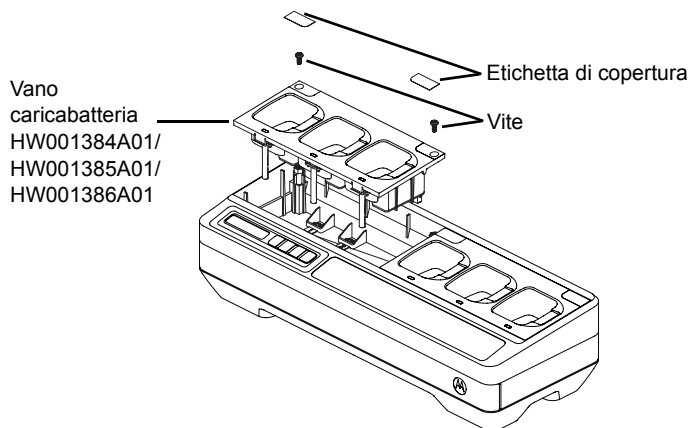
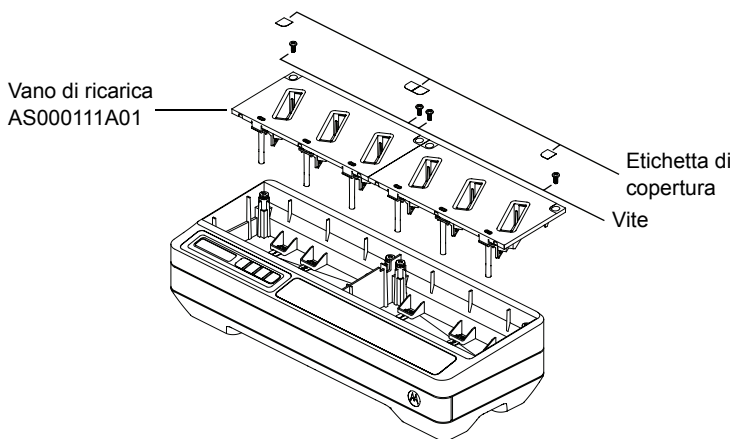

Figura 24: Installazione e rimozione del vano di ricarica
Figura 25: Installazione e rimozione del vano di ricarica
4. Rimuovere il vano tirando verso l'alto il connettore (fare riferimento alla Figura 24 e alla Figura 25).